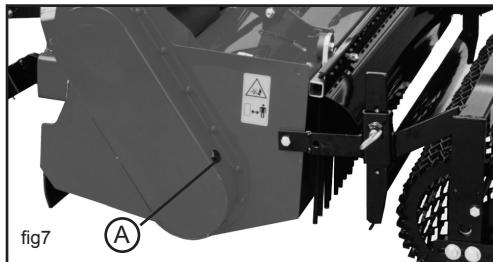

fig7
6. Engrasar abundantemente cada seis meses la cadena de transmisión por medio de la tapa adecuada véase (fig 7 - ref.A).